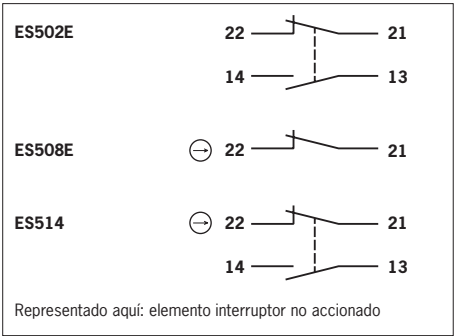

Fig. 1: Elementos interruptores y asignación de contactos
Cuando el elemento actuador se mueve de la posición de reposo a la posición final, se accionan los contactos de conmutación. Esta operación fuerza la apertura de los contactos de seguridad ☹ (véase la Fig. 1).
Los estados de conmutación detallados de los interruptores se muestran en la Fig. 1. También se describen todos los elementos interruptores disponibles.
Debe usarse como mínimo un contacto ☹. Este señala la posición del resguardo (para la asignación de contactos, consulte la Fig. 1).
3. Conecte y apriete los bornes (para la asignación de contactos, véase la Fig. 1; para los pares de apriete, véanse los datos técnicos).